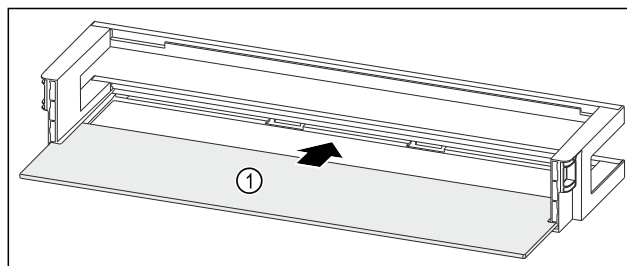

Fig. 83 Dørhylle med oppstillingsplass
- Skyv oppstillingsplassen *Fig. 83 (1)* inn i fordypningene på sidene.